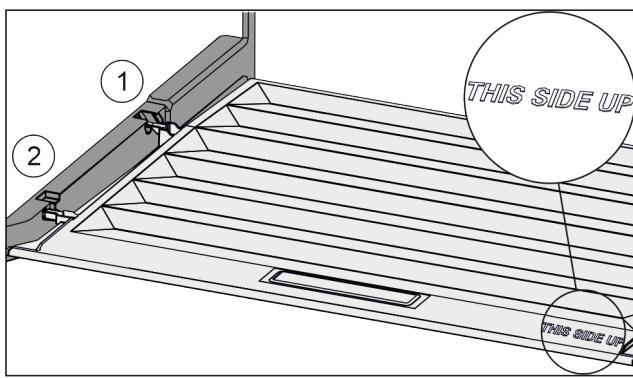

Fig. 27
- ▶ Пъхнете шийките на капака през отвора в задния държач Fig. 27 (1) и фиксирайте отпред в държача Fig. 27 (2).